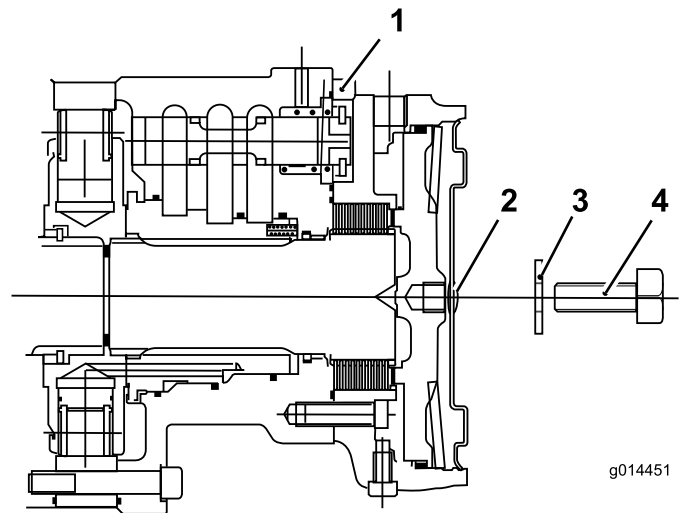

Figura 42
C. Monte el tapón hexagonal en la placa de extremo del motor (Figura 42).